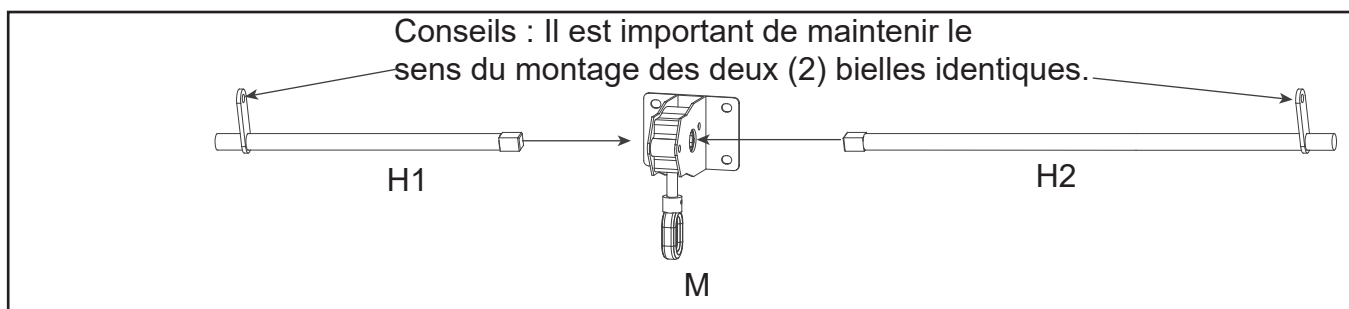

Figure 6.1
Figure 6.1. Insérez une des extrémités des bielles (H1/H2) dans le treuil (M). Fixez le treuil (M) à la traverse arrière (F) à l'aide des boulons (AA) et des rondelles (HH). Fixez les autres extrémités des bielles (H1/H2) aux traverses (B/C/E) à l'aide des boulons (CC), des rondelles (GG/HH) et des écrous (FF).